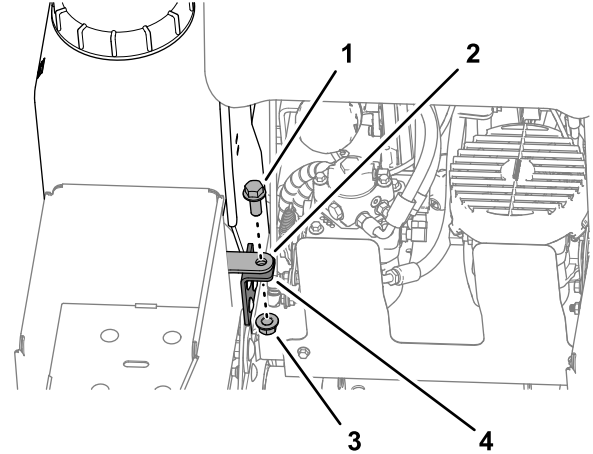

Figura 61
1. En el depósito de fumigación que necesita mover, retire el perno con arandela prensada y la contratuerca con arandela prensada que sujetan la placa de bloqueo del depósito al soporte (Figura 61).